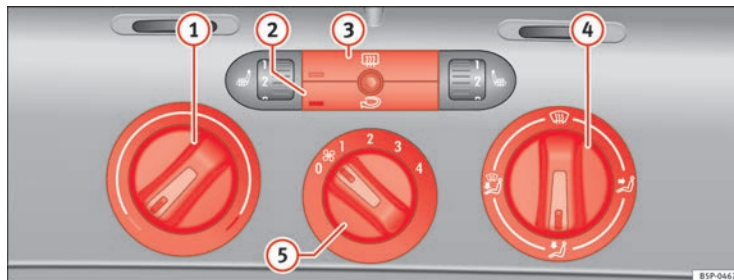

Fig. 126 Mandos de la calefacción en el tablero de instrumentos
- Con los reguladores $\Rightarrow$ fig. 126 ① y ④ y con el mando ⑤ se regula la temperatura, la distribución del aire y la velocidad de la turbina.
- Pulse la tecla ② o ③ para activar o desactivar la función correspondiente. Cuando la función está activa, la ventana situada en la esquina inferior izquierda de la tecla se ilumina.